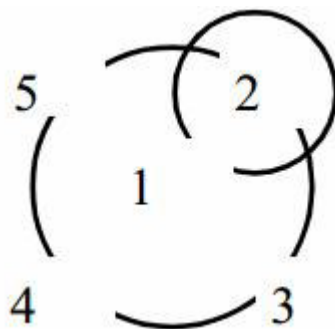

Рисунок 2 – Схема расположения прибора при проведении измерений
- Сместите условный центр прибора относительно первого измерения на 5...7 см по диагонали в положение «2 часа» (см. рис. 2) и проведите 2-е измерение (нажмите клавишу **(M)** и отойдите от прибора на один шаг) - на дисплее появится сообщение «ИЗМЕРЕНИЕ», а через 3 - 4 секунды - значение плотности во второй точке измерения:
- сместите условный центр прибора, ориентируясь по нарисованной окружности, на 5...7 см по диагонали в положение «2 часа» (см. рис.2) и проведите измерения плотности ρ_2 ;